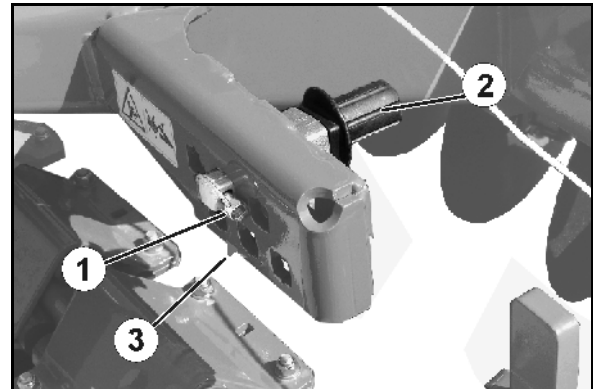

Fig. 37
Dafür stehen 6 Steckplätze zur Verfügung (Fig. 37).
3. Klapstecker (Fig. 37/1) lösen.
4. Excenterbolzen (Fig. 37/2) in den gewünschten Steckplatz stecken.
- Der Vorzugsabsteckplatz ist mit einem Pfeil (Fig. 37/3) markiert.